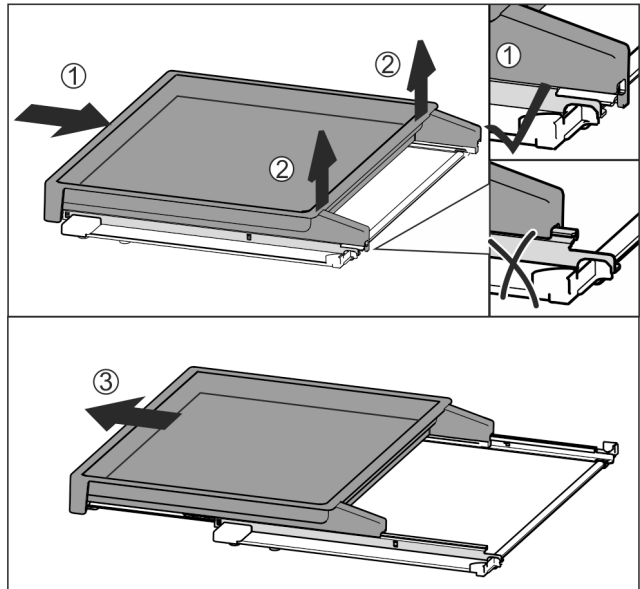

Fig. 112
- ▶ Повністю вставте витяжну панель Fig. 112 (1).
- ▶ Відпустити фіксатор на задній стороні Fig. 112 (2).
- ▶ Потягніть витяжну панель вперед Fig. 112 (3).